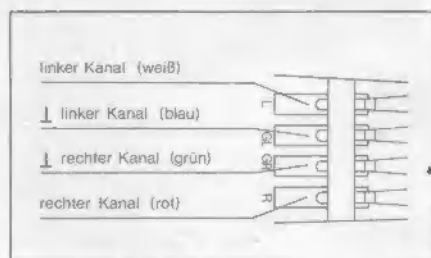

Fig. 16
3. Die Anschlüsse am Systemträger sind ge- kennzeichnet, die Anschlußlitzen sind farbig (Fig. 16). Verbinden Sie die Anschlußlitzen des Systemträgers mit den entsprechenden Anschlußstiften des Tonabnehmersystems.